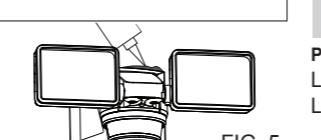

FIG. 5
5. Appliquez un scellant à base de silicone (non inclus) tout autour de la base du luminaire pour empêcher l'eau de s'infiltrer dans la boîte de jonction. FIG. 5